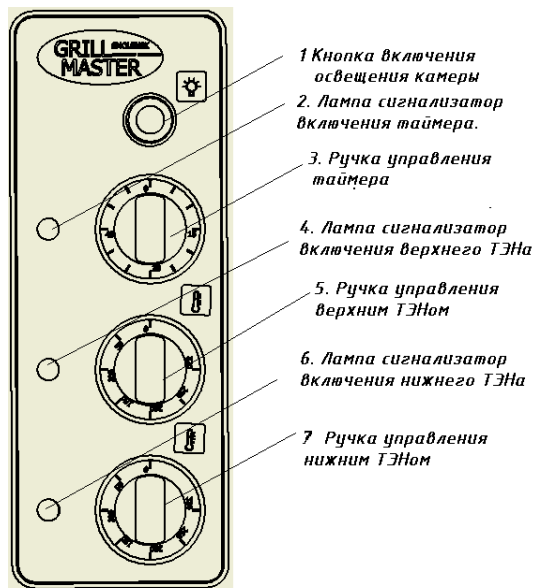
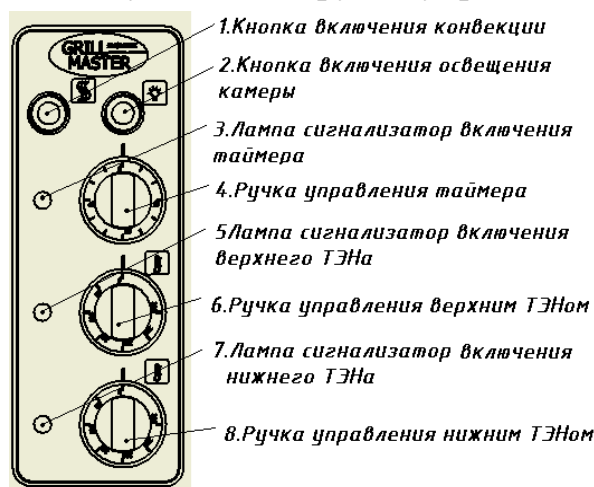

Рисунок 3
Рисунок 4
5.6. На духовке с правой стороны расположена панель управления (рис.3), где расположены ручки управления верхним и нижним ТЭНом, ручка управления таймером, сигнальные лампы, кнопка включения освещения камеры.
5.7. Для плит с конвекцией (рис.4) Ф2ПДКЭ, Ф4ПДКЭ, Ф4пдкэ, Ф6ПДКЭ конструкция нижнего модуля выполнена аналогично плитам с духовкой, только на панели установлена кнопка включения вентилятора.
- 8.6. Перед приготовлением пищи духовку необходимо прогреть. Для этого ручку терморегулятора установить на температуру 150-180°C. Включение верхних и нижних нагревателей духовой камеры производится двумя соответствующими ручками (см. рис.3,4) расположенными на панели управления духовкой. По достижении установленной температуры терморегулятор отключает нагреватели, о чем свидетельствует первое отключение сигнальной лампы. При приготовлении пищи необходимо уточнить рекомендуемую температуру и при последующем приготовлении терморегулятор можно установить на более высокую или низкую температуру, если качество первой было неудовлетворительным.
- 8.7. При выпечке для удобства можно использовать таймер. Для включения таймера нужно повернуть ручку управления таймера поз.3 рис3 или поз. 4 рис.4 по часовой стрелке до нужного времени выпечки, при этом загорится лампа сигнализатор включения таймера поз.2 рис.3 или поз.3 рис.4, по истечении установленного
- 8.8. Включение циркуляции воздуха внутри духовки необходимо для равномерного распределения температуры по всему объему духовки при выпечке мало штучных изделий. Для этого необходимо нажать на кнопку включения конвекции (см. рис.4), в остальном духовка с конвекцией работает аналогично обычной духовке.